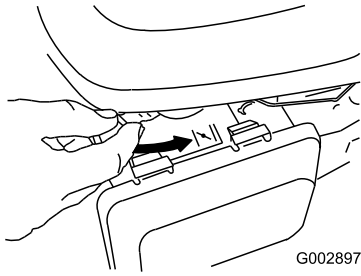

Figura 21
- Mueva la palanca del estárter a la posición Estárter (Figura 21).